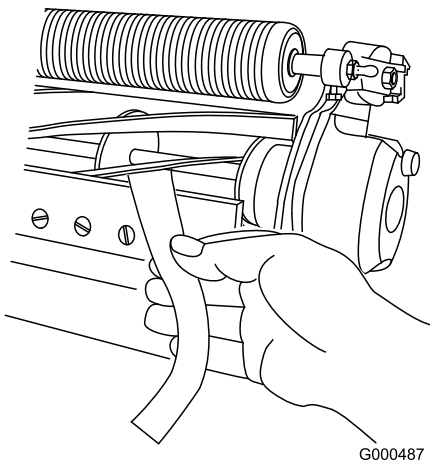

図 11
3. リール前面の左右いずれかの端を選び、リールと下刃の間に長く切った新聞紙片を差し入れる (図 11)。リールをゆっくり前回転させながら下刃調整ネジを締め (新聞紙を入れた側の調整ネジを、1目盛りずつゆっくりと)、新聞紙を前から (ベッドナイフの上面に平行に) 入れると軽く挟まれる程度に調整する。新聞紙を引き抜くのに軽い力が必要な程度でよい。
5. 両側の調整ができれば最終確認を行う：紙片をリールの前から差し込んだ時にははさむだけ、下から差し込むと切れるのが正しい調整である (図 11)。リールと下刃のごくわずかの接触で紙が切れなければいけない。接